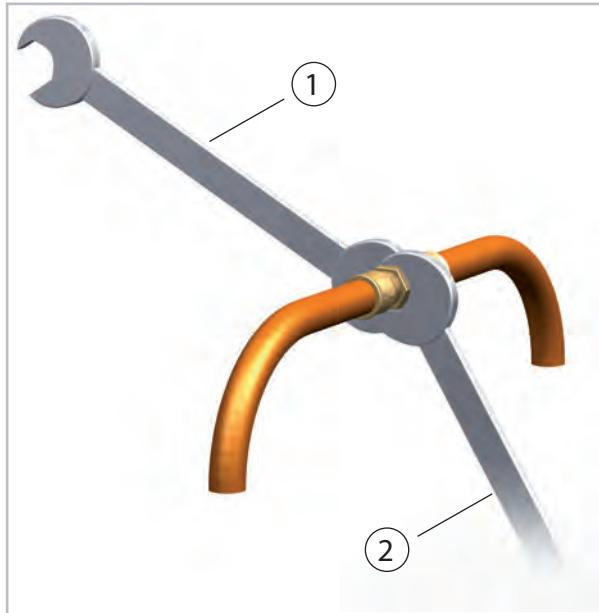

Abb. 31: Verschraubungen anziehen
- 11.** Befestigen Sie nun endgültig die Verschraubungen mit 2 Maulschlüsseln geeigneter Schlüsselweite. Halten Sie während des Schraubens auf jeden Fall mit einem Maulschlüssel gegen (Abb. 31).